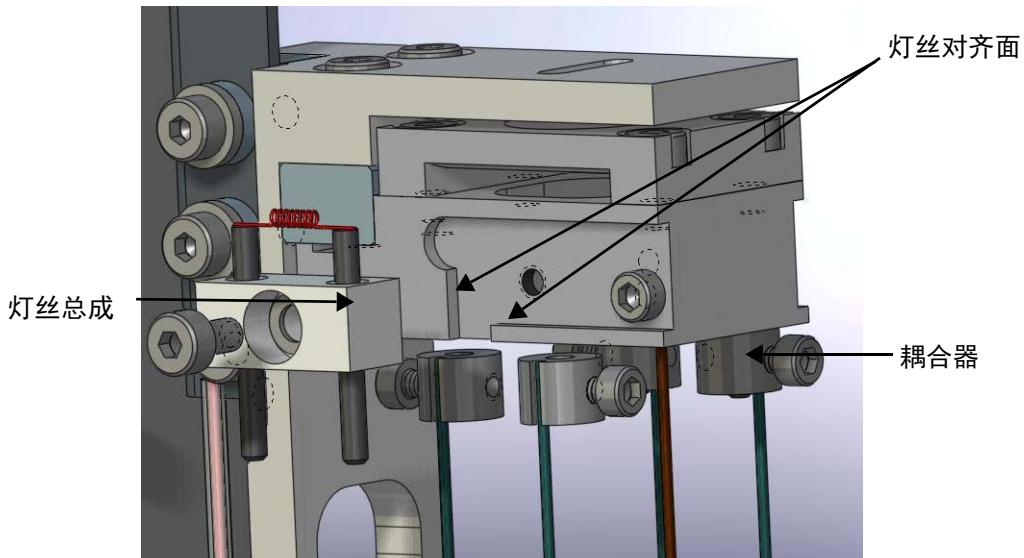

图 B-83 耦合器螺丝
- 在一个干净的工作台上，旋松两个耦合器螺丝，从谱仪中取出不良灯丝。然后旋松 M2 螺丝和垫圈，取出不良灯丝（图 B-83）。